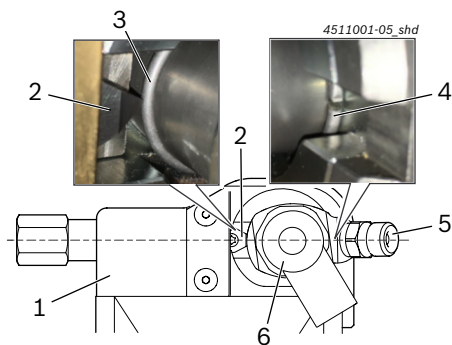

Fig. 5: Raccordo ad alta pressione (pos. 5) di fronte all'inserto di taglio reversibile (pos. 2)
- Spingere il CRI nell'utensile di smontaggio fino alla battuta come in Fig. 5 e tenerlo in questa posizione.
- ⇨ Posizionare l'anello elastico (Fig. 5, pos. 3) all'altezza esatta dell'inserto di taglio reversibile (Fig. 5, pos. 2).